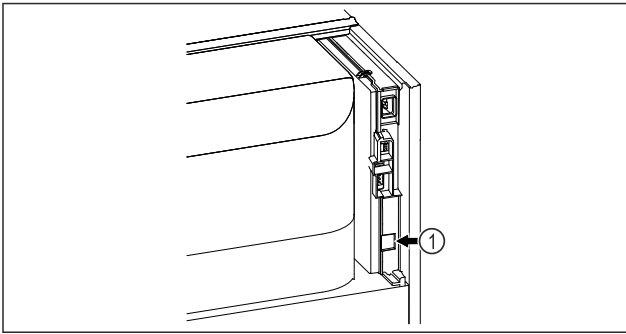

Fig. 86
- SmartModule Fig. 86 (1) on sisse pandud.